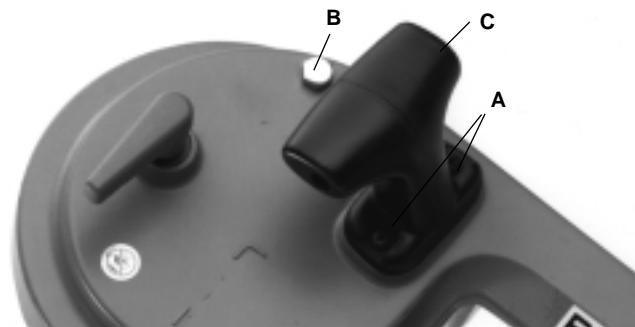

Figura 3
1. Extraiga los dos tornillos (A) y retire la perilla (C) y el tornillo (B) (*Figura 3*).
3. Vuelva a montar la perilla (C), (*Figura 3*), empleando los dos tornillos de montaje más largos provistos con la prensa 32V.